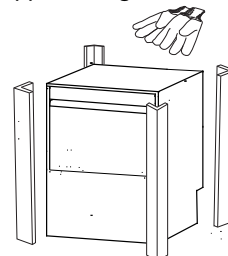

Fig.1
- 4- Porter des gants de protection pour déballer l'appareil. (Fig.1)